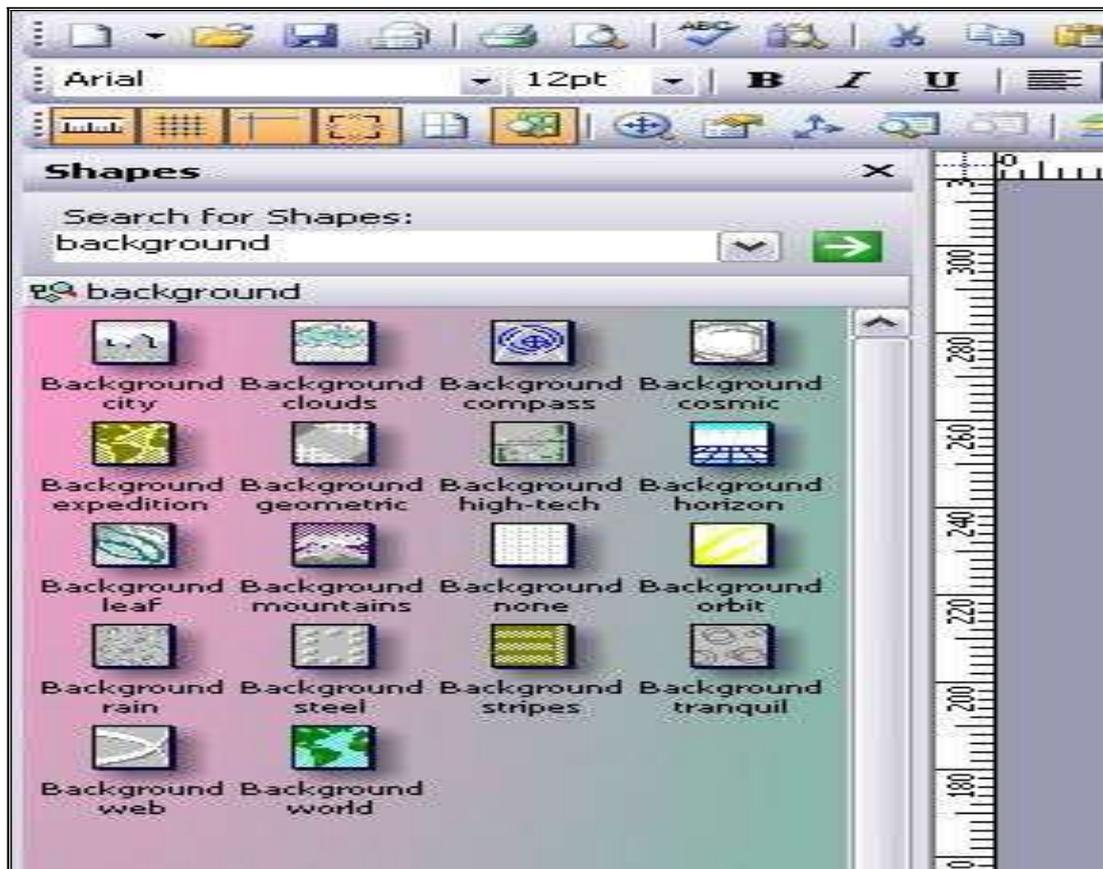

Рис. 57. Коллекция фоновых заставок
12. Программа Visio имеет свою коллекцию фонов, которую можно найти, используя функцию *Поиск (Search for Shapes - с левой стороны рабочей области)*. Функция выполняет поиск различных шейпов по ключевым словам. В поле функции ввести ключевое слово «background» и нажать на стрелку справа (рис. 57). Из найденной коллекции фонов выбрать фон “Background word” и заменить им существующий.